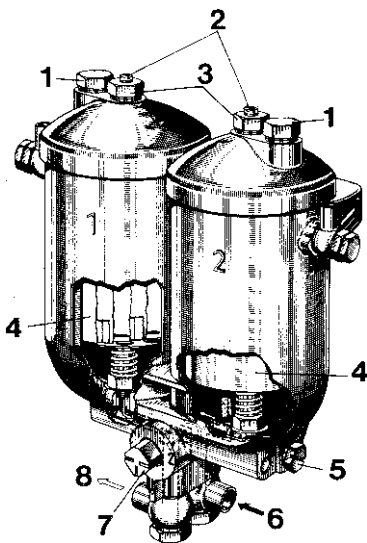
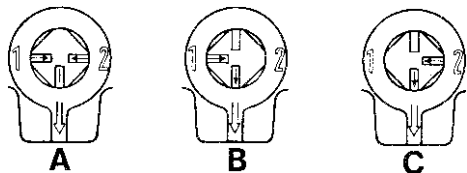

Fig. 124. Omkopplingsbart bränslefilter
Fig. 125. lägen för trevägskranen, omkopplingsbart bränslefilter
1. Vrid kranen (7, fig. 124) till läge C (fig. 125).
2. Öppna luftskruven (2) för behållare nr 1. Skruva ur dräneringspluggen och tappa ur bränslet. Skruva loss fastspänningsmuttern (3) och lyft bort locket och filterinsatsen.